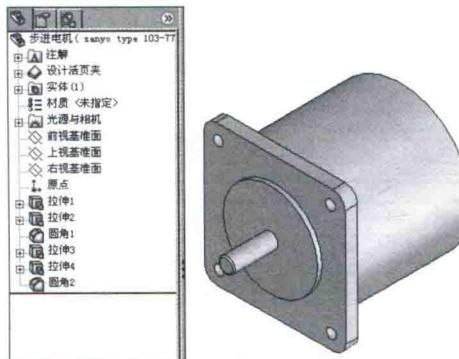

图 1-5 电动机 3D 模型
(2) 再在基础特征的基础之上，进行一系列的放置特征操作，以及特征修改，最终完成该零件的 3D 模型的建立，如图 1-5 所示。